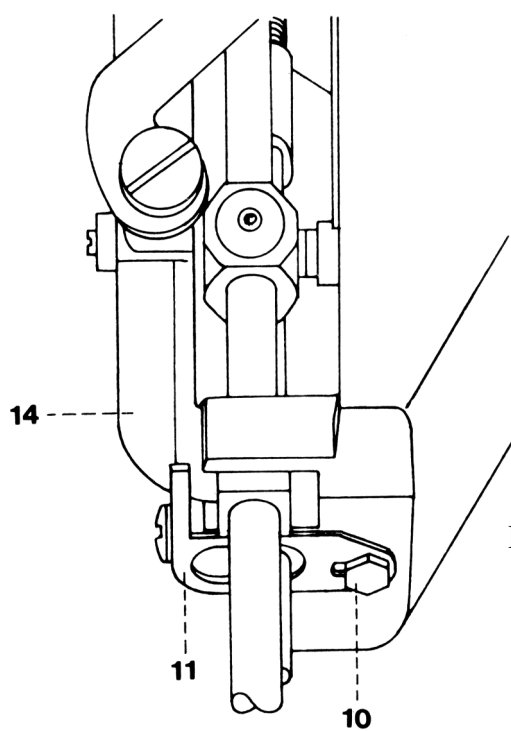

Рис. 4d
- Открутить винт 10 при помощи отвертки размером 7 мм, чтобы можно было сдвинуть упор балансира (рис. 4d).
- Установить упор балансира таким образом, чтобы при проколе иглы слева и справа и при повороте ручки регулятора он не соприкасался с балансиром 14 (рис. 4d).